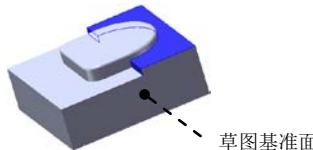

图 14.2.7 凸台一拉伸 3
Step5. 创建图 14.2.7 所示的零件基础特征——凸台一拉伸 3。
(1) 选择命令。选择下拉菜单 $\text{插入(I)} \rightarrow \text{凸台/基体(B)} \rightarrow \text{拉伸(E)…}$ 命令（或单击“特征(F)”工具栏中的 拉伸 按钮）。
(2) 定义特征的横断面草图。
① 定义草图基准面。选取图 14.2.7 所示的表面作为草图基准面。